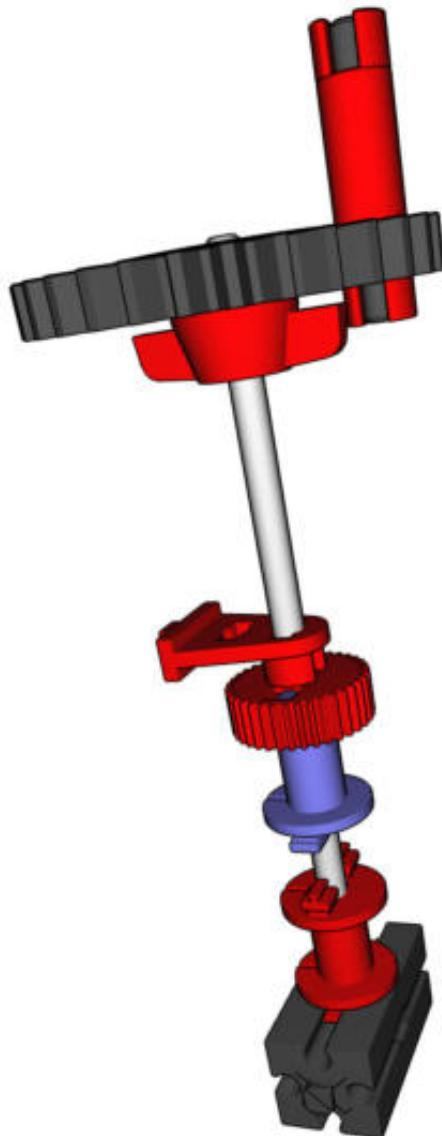

Abb. 28: Der Seilantrieb – die blaue dargestellte Seiltrommel muss mit dem Seil versehen sein.
Und weiter geht's. Letztlich brauchen wir das Gebilde aus Abb. 28, der besseren Sichtbarkeit halber in die Senkrechte gedreht gezeigt. Von oben nach unten landen auf der Metallachse 110 folgende Teilgruppen:
- Sodann ein 31020 Klemmring Z36 für die 31016 Seiltrommel 15, auf der das Seil zum Gewicht aufgewickelt sein muss – deshalb ist diese Seiltrommel in Abb. 28 in blau dargestellt.